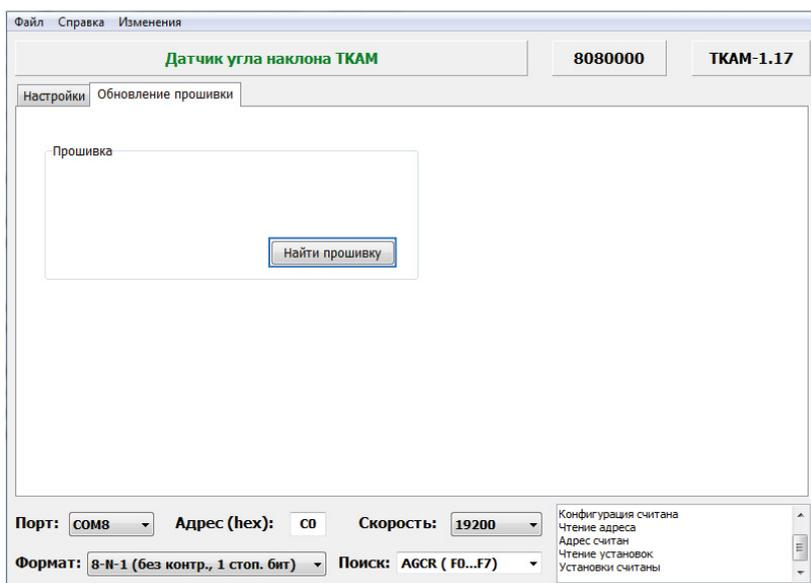

Рис.29. Обновление прошивки датчика.
- в программе перейти на вкладку «Обновление прошивки» и нажать кнопку «Найти прошивку» (Рис.29). После этого пользователю будет предложено выбрать нужный файл прошивки. Файл прошивки должен иметь формат .ewaw.